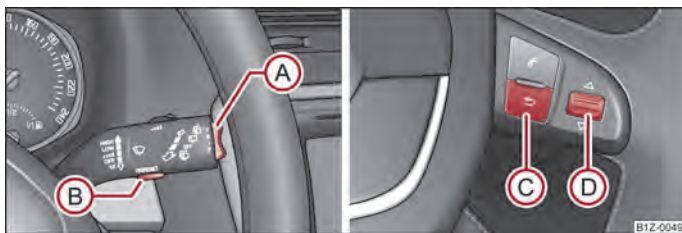

Fig. 6 Indicador multifunción: Elementos de mando en la palanca del limpiaparabrisas/elementos de mando en el volante multifunción
La conmutación de la memoria se efectúa mediante la tecla (B) ⇒ fig. 6 en la palanca del limpiaparabrisas o mediante la tecla (D) del ⇒ fig. 6 volante multifunción.
La tecla basculante **A** y la tecla **B** se encuentran en la palanca del limpiaparabrisas ⇒ fig. 6. La conmutación y puesta a cero se efectúa desde el volante multifunción mediante la ruedecilla moleteada **D**.
Si la temperatura exterior disminuye por debajo de +4 °C, aparecerá delante de la indicación de la temperatura un símbolo de copo de nieve (señal de advertencia para calzada helada) y sonará una señal acústica de aviso. Después de pulsar la tecla basculante (A) en la palanca de limpiacristales → fig. 6 o la tecla (C) en el volante multifunción → fig. 6 se reproducirá la función que se ha visto como última.
En la pantalla aparece el tiempo de marcha desde la última vez que se borró la memoria. Cuando desee medir el tiempo de marcha a partir de un momento determinado, deberá poner en ese momento preciso la memoria a cero, pulsando para ello la tecla (B) de la palanca del limpiaparabrisas → fig. 6 o la rueda moleteada (D) del volante multifunción → fig. 6 durante más de 1 segundo.
Cuando desee medir el consumo medio a partir de un periodo determinado, deberá poner la memoria a cero al principio de la medición accionando la tecla (B) de la palanca del limpiaparabrisas → fig. 6 o la rueda moleteada (D) del volante multifunción → fig. 6. Tras borrarla, en la pantalla aparecerán guiones en los primeros 100 metros recorridos.
En la pantalla aparece el kilometraje recorrido desde la última vez que se borró la memoria → página 14. Cuando desee medir el kilometraje recorrido a partir de un momento determinado, deberá poner la memoria a cero en ese momento preciso con la tecla (B) → fig. 6 de la palanca del limpiaparabrisas o la rueda moleteada (D) del volante multifunción → fig. 6.
El pantalla indica la velocidad media en km/h desde la última vez que se borró la memoria → página 14. Cuando desee medir la velocidad de marcha media durante un periodo determinado, deberá poner la memoria a cero al principio de la medición, accionando la tecla **(B)** de la palanca del limpiaparabrisas → fig. 6 o la rueda moleteada **(D)** del volante multifunción → fig. 6.
- Seleccione con la tecla **(A)** de la palanca del limpiaparabrisas → fig. 6 o con la ruedecilla moleteada **(D)** del volante multifunción → fig. 6 el punto de menú **Advertencia en caso de sobrepasar la velocidad**.